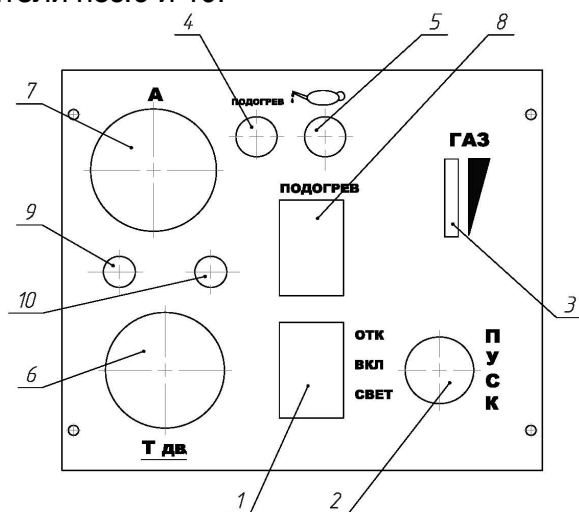

Рисунок 3
6.1.3 Для освещения при работе в темное время суток мотопомпа оснащена электрическим фонарем, включение которого осуществляется клавишей выключателя «ОТКЛ/ВКЛ/СВЕТ» в положение «СВЕТ» на пульте управления поз.1 рисунок 3.
- в случае, какой либо неисправности немедленно остановить двигатель переключением на пульте управления клавиши выключателя «ОТКЛ/ВКЛ/СВЕТ» поз.1 рисунок 3 в положение «ОТКЛ».